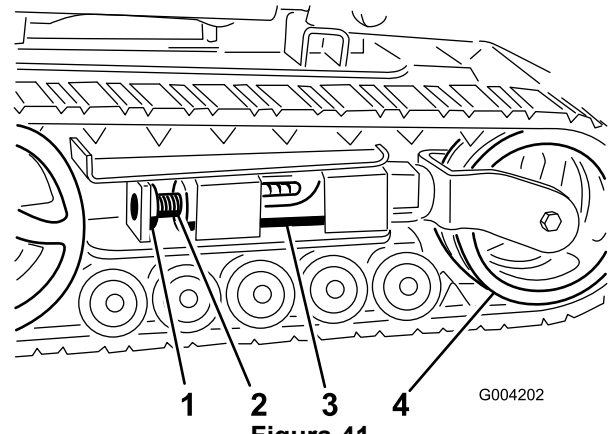
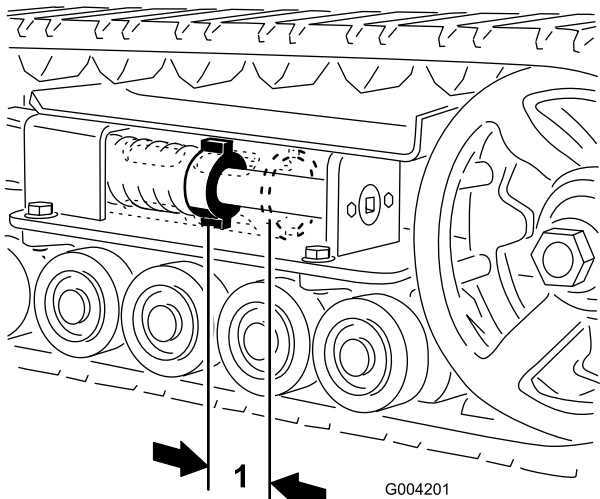
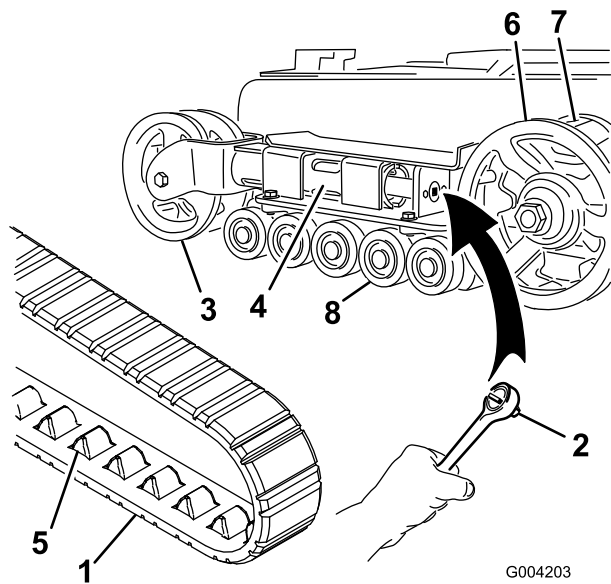
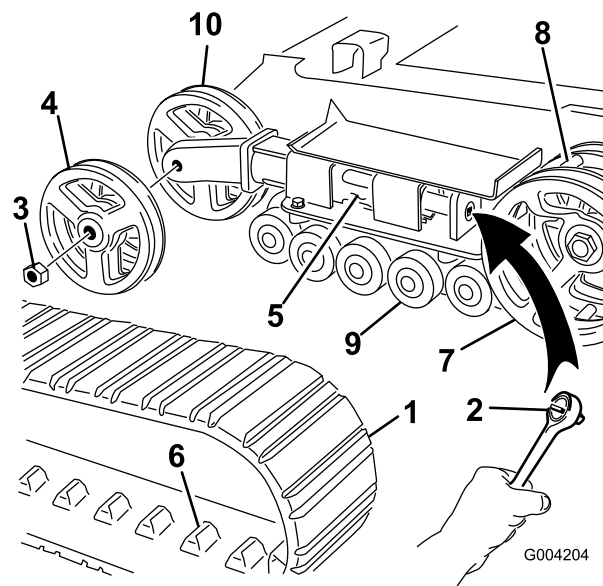

Figura 41
Figura 40
Figura 42
Figura 43
Debe haber una holgura de 7 cm entre la tuerca tensora y la parte de atrás del tubo tensor (Figura 40). Si no es así, ajuste la tensión de las orugas usando el procedimiento siguiente:
3. Retire el perno de bloqueo y la tuerca (Figura 41).
4. Usando una llave de tubo de 1/2 pulgada (Figura 42), gire el tornillo tensor en el sentido contrario a las agujas del reloj hasta que la distancia entre la tuerca tensora y la parte de atrás del tubo tensor (Figura 40) sea de 7 cm.
5. Alinee la muesca más próxima del tornillo tensor con el taladro del perno de bloqueo, y fije el tornillo con el perno de bloqueo y la tuerca (Figura 41).
4. Usando una llave de tubo de 1/2 pulgada (13 mm), alivie la tensión en la oruga girando el tornillo tensor en el sentido de las agujas del reloj (Figura 41 y Figura 42).
5. Empuje la rueda tensora hacia la parte de atrás de la unidad de tracción para mover el tubo tensor contra el bastidor (Figura 42). (Si no toca el bastidor, siga girando el tornillo tensor hasta que lo toque.)
7. Cuando haya retirado la oruga de la rueda tensora, retírela de la rueda motriz y de las ruedas de rodaje (Figura 42).
8. Empezando en la rueda motriz, pase la oruga nueva alrededor de dicha rueda, asegurándose de que los salientes de la oruga encajen entre los dientes del piñón (Figura 42).
9. Empuje la oruga por debajo de y entre las ruedas de rodaje (Figura 42).
11. Gire el tornillo tensor en el sentido contrario a las agujas del reloj hasta que la distancia entre la tuerca tensora y la parte de atrás del tubo tensor (Figura 40) sea de 7 cm.
4. Usando una llave de tubo de 1/2 pulgada (13 mm), alivie la tensión en la oruga girando el tornillo tensor en el sentido de las agujas del reloj (Figura 41 y Figura 43).
5. Empuje la rueda tensora hacia la parte de atrás de la unidad de tracción para mover el tubo tensor contra el bastidor (Figura 43). (Si no toca el bastidor, siga girando el tornillo tensor hasta que lo toque.)
6. Retire la tuerca que fija la rueda tensora exterior y retire la rueda (Figura 43).
7. Retire la oruga (Figura 43).
8. Retire la tuerca que fija la rueda tensora interior y retire la rueda (Figura 43).
12. Instale la rueda tensora interior y fíjela con la tuerca que retiró anteriormente (Figura 43).
14. Instale la oruga nueva, asegurándose de que los salientes de la oruga encajen entre los dientes del centro la rueda motriz (Figura 43).
15. Instale la rueda tensora exterior y fíjela con la tuerca que retiró anteriormente (Figura 43).
17. Gire el tornillo tensor en el sentido contrario a las agujas del reloj hasta que la distancia entre la tuerca tensora y la parte de atrás del tubo tensor (Figura 40) sea de 7 cm.